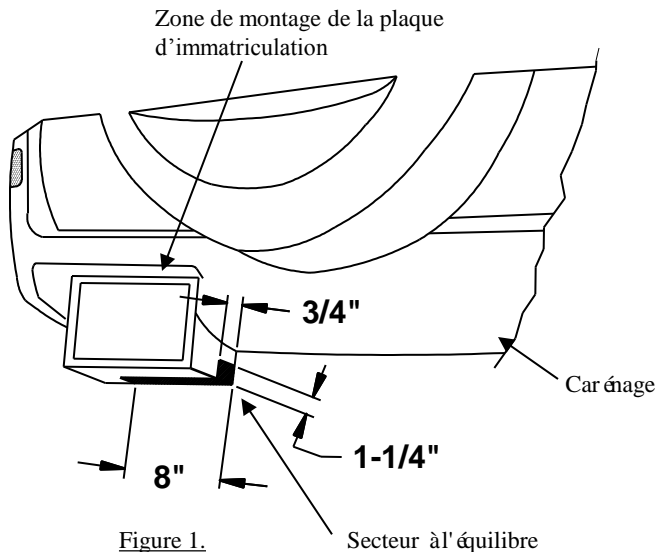

Figure 1.
①	Qty. (4)	Hex Bolt, M12 x 1.25 x 35mm CL8.8
②	Qty. (4)	Conical Toothed Washer ½
2. Using a felt tipped pen, measure and mark an outline on the fascia described in Figure 1.
①	Qté (4)	Boulon hexagonal, M12 x 1.25 x 35mm CL8.8
②	Qté (4)	Rondelle conique dentée 1/2
2. À l'aide d'un crayon-feutre, mesurer et marquer sur le carénage le tracé à découper, comme indiqué à la figure 1.